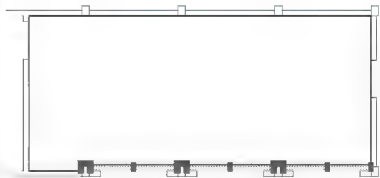

图 4.102 选择【立面装饰】图层上的对象
② 单击【确定】按钮关闭对话框,结果【立面装饰】图层上的所有对象变虚,它们都是被选中的对象,如图4.102所示。
③ 按【Delete】键,刚才被选中的对象被删除。